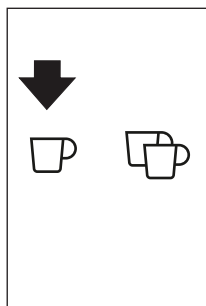

Fig. 19
- ▶ Puede hacer un café cada vez pulsando la tecla táctil ☐ (B10) (Fig. 19).